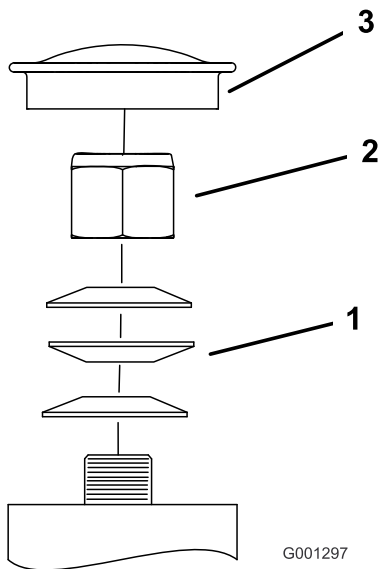

Figure 74
3. Retirez le capuchon antipoussière de la roue pivotante et serrez le contre-écrou (**Figure 74**).
4. Continuez de le serrer jusqu'à ce que les rondelles élastiques soient aplaties, puis desserrez-le de $\frac{1}{4}$ de tour pour obtenir la précharge correcte des roulements (**Figure 74**).
Important: Veillez à placer les rondelles élastiques comme montré à la **Figure 74**.
5. Remettez le capuchon antipoussière en place (**Figure 74**).